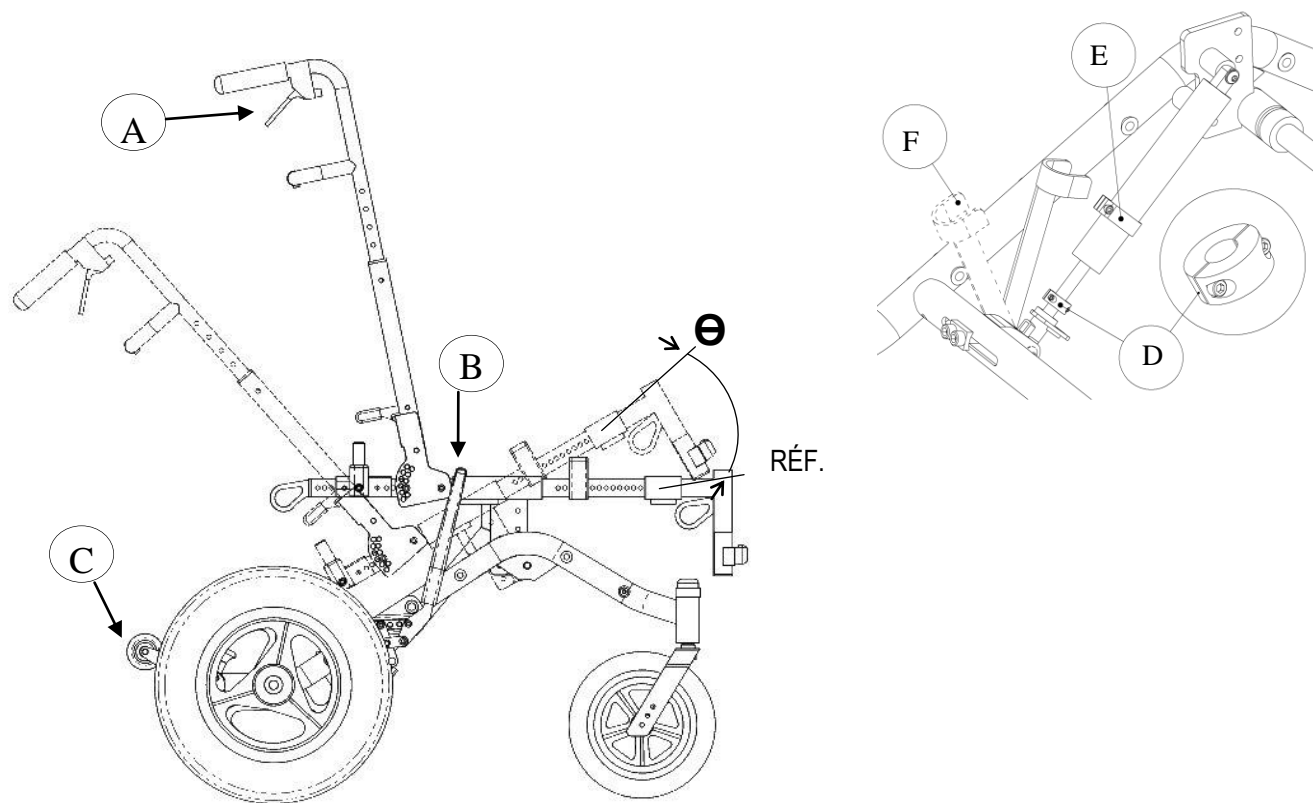

Figure 19 - Fonctionnement de la bascule positive
1. Lors de la mise en bascule positive, actionner les freins d'immobilisation **B** (Figure 19). Consulter la section 11.3;